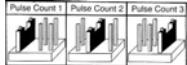

Fig. 1
- Einstellung des Impulszählers: Der Impulszähler regelt die Anzahl von Impulsen, die erkannt werden müssen, bevor der Melder das Alarmrelais öffnet. Die Einstellung des Impulszählers kann über die jeweilige Jumperstellung verändert werden (Abb. 1). Werkseinstellung ist die Impulszahl 2.